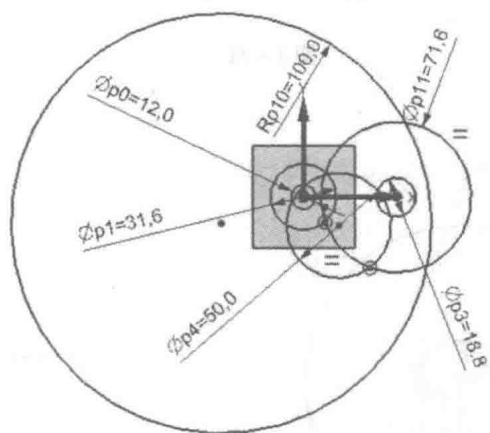

图 1-28
4) 绘制直径为50和直径为200的圆，如图1-28所示。
(5) 标注尺寸